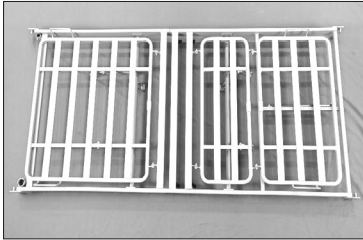
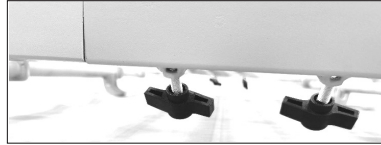

Fig.3
Fig.3a
2. Unire il telaio alzatasta con il telaio alzagambe spingendo la struttura fino in fondo e stringere le 4 manopole di blocco (Fig.3)(Fig.3a)